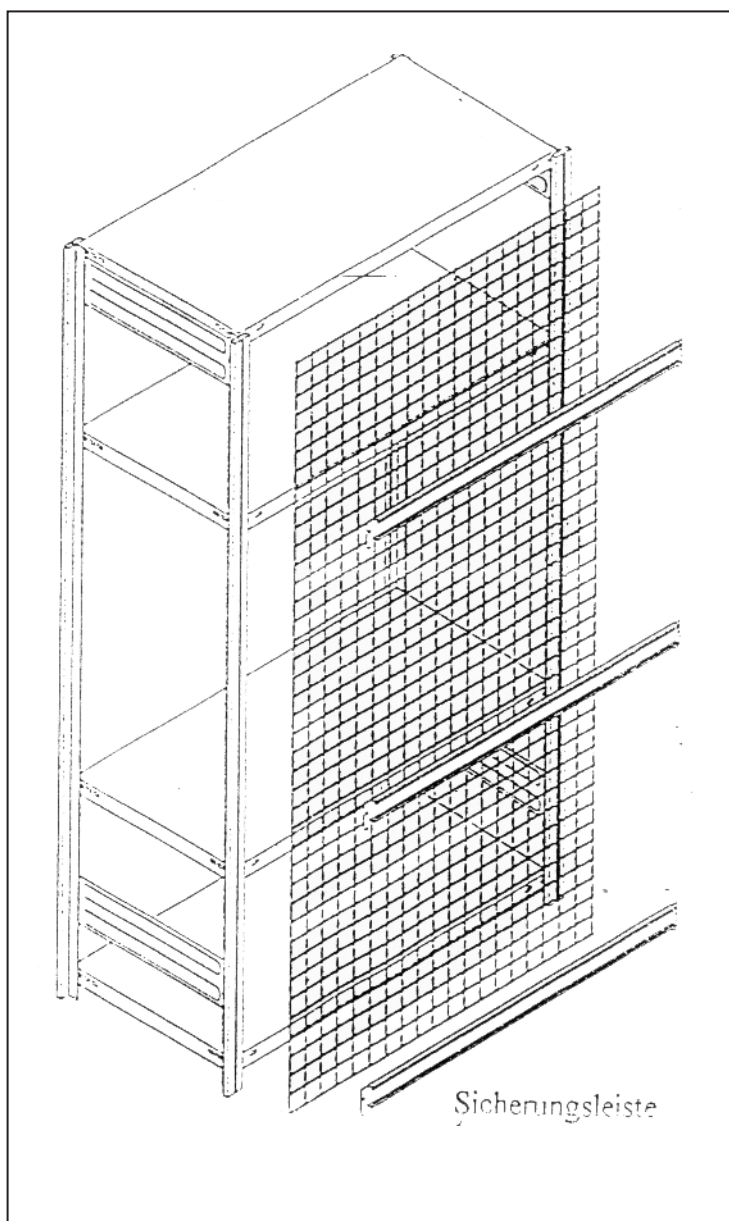

Abb. 2
4. Verbleibende Sicherungsleiste/en gleichmäßig zwischen oberster und unterster Sicherungsleiste verteilen und wie in Punkt 2 verfahren (s. Abb. 2).